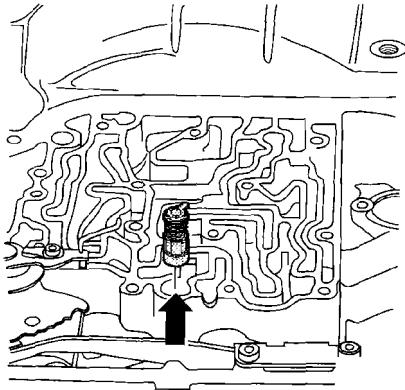

图 5-15 拆下  $B_1$  的密封圈
- (8) 拆下  $B_1$  的密封圈, 如图 5-15 箭头所示。